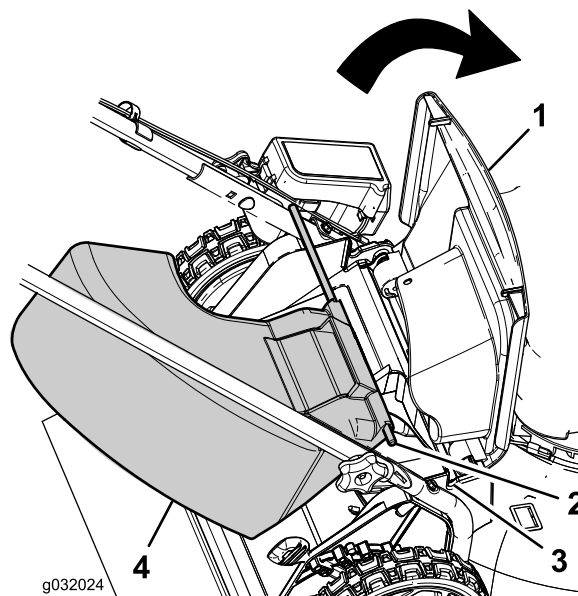

Figura 21
1. Levantar o defletor traseiro (Figura 21).
2. Insira as extremidades da barra da calha de descarga lateral nos entalhes dos suportes do manipulador (Figura 21).